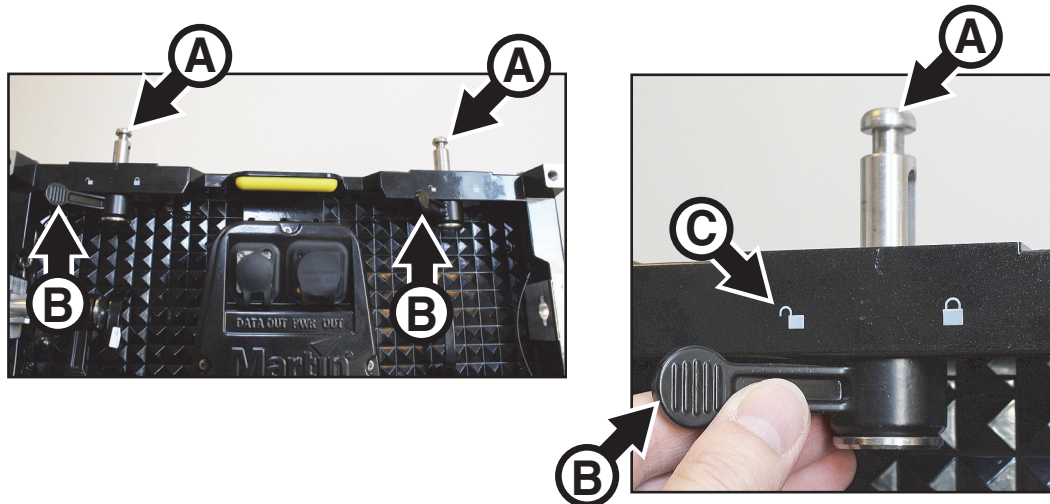

Bild 10: Integrierte, vertikale Verbinder
2. Siehe Bild 10. Schieben Sie beide vertikalen Verbinder **A** des ersten Panels der Reihe ganz nach oben. Drehen Sie beide Hebel **B** in die Position **Unlocked** (gelöst, **C**).